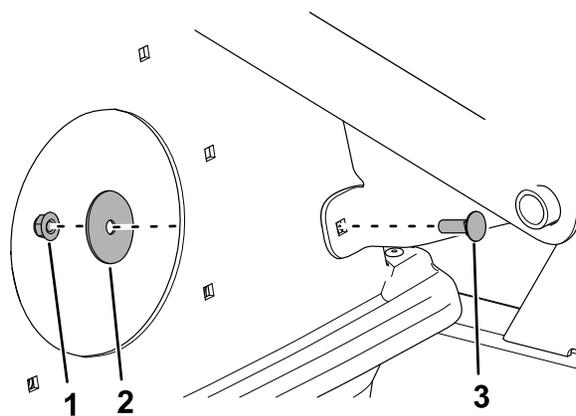

Figure 5
- Retirez le boulon, la rondelle et l'écrou du support de pivot (Figure 5).
7. Installez les fixations du support de pivot de la Figure 5.